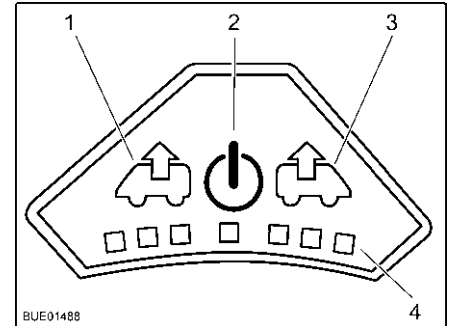

Fig. 95 Panneau de commande du ventilateur
Mise en marche : ■ Appuyer sur la touche Marche/Arrêt (Fig. 95,2). Le ventilateur fonction en mode confort (aération à faible vitesse de rotation).
Ventiler : ■ Pour augmenter la vitesse de rotation du ventilateur, appuyer sur la touche Ventilateur (Fig. 95,1). La vitesse de rotation du ventilateur augmente d'un niveau de puissance dans le sens de l'échappement. Les DEL (Fig. 95,4) montrent les niveaux de puissance.
■ Pour réduire la vitesse de rotation du ventilateur, appuyer sur la touche Aérer (Fig. 95,3). La vitesse de rotation du ventilateur diminue d'un niveau de puissance.
- Pour augmenter la vitesse de rotation du ventilateur, appuyer sur la touche Aérer (Fig. 95,3). La vitesse de rotation du ventilateur augmente d'un niveau de puissance dans le sens de l'aération. Les DEL (Fig. 95,4) montrent les niveaux de puissance.
- Pour réduire la vitesse de rotation du ventilateur, appuyer sur la touche Ventilator (Fig. 95,1). La vitesse de rotation du ventilateur diminue d'un niveau de puissance.
- Appuyer sur la touche Marche/Arrêt (Fig. 95,2). Le ventilateur s'arrête, les DEL s'éteignent.